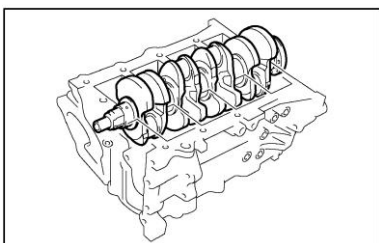

Рисунок II-239
4) Установите коленчатый вал в верхнюю часть картера. (см. Рисунок II-239)